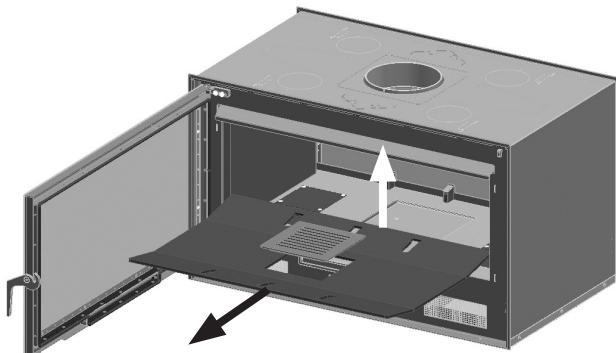

FIG. 3
1. Retirer de l'appareil la grille en fonte et le fond. **Faire attention aux pièces en vermiculite, elles peuvent se briser.** (Fig. 3)